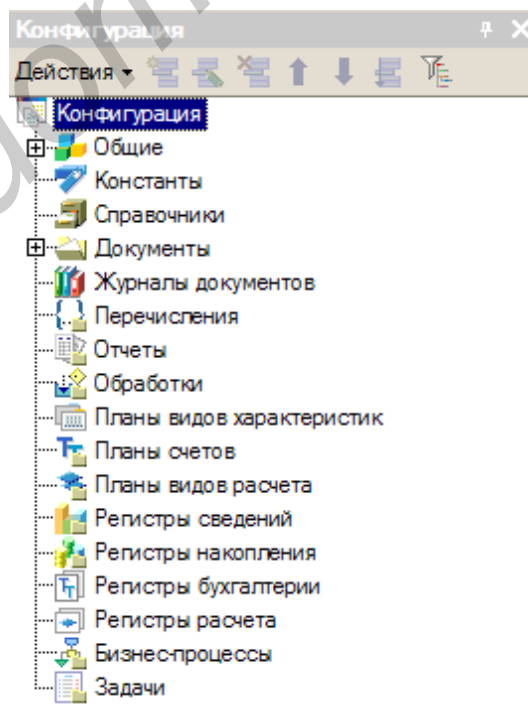

Рис. 4.2. Дерево конфигурации
2. Перед вами откроется дерево конфигурации (рис. 4.2). Дерево конфигурации – основной инструмент, с которым работает разработчик. Дерево конфигурации содержит в себе практически всю информацию о том, из чего состоит конфигурация. Для облегчения работы разработчика «все, из чего состоит конфигурация» собрано в несколько отдельных групп.